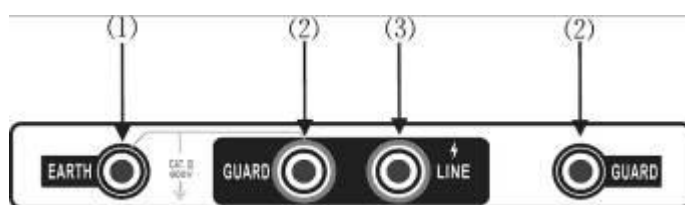

图 3：测试端接线图
3、将带高压测试线红色插头端插入（3）LINE端，绿色插头端插入（2）GUARD端，另一端探针或夹子接于被试设备的高压导体上。将测试线副线（绿色）插入（2）GUARD端（右手边），另一端接于被试设备的高压护环上，以消除表面泄漏电流的影响（详见“屏蔽端的使用方法”相关内容。将另外一根黑色副线测试线插入地端（EARTH）（1）端，另一头接于被试设备的外壳或地上，如图3所示。